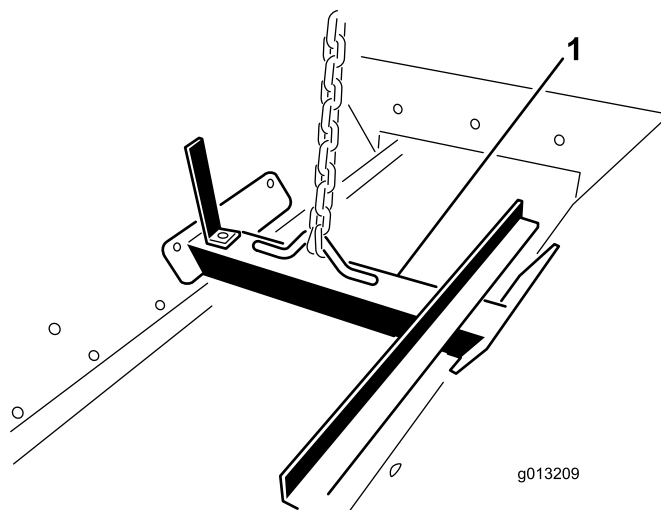

Figura 13
1. Collegare un dispositivo di sollevamento alla staffa di sollevamento all'interno della tramoggia (Figura 13).